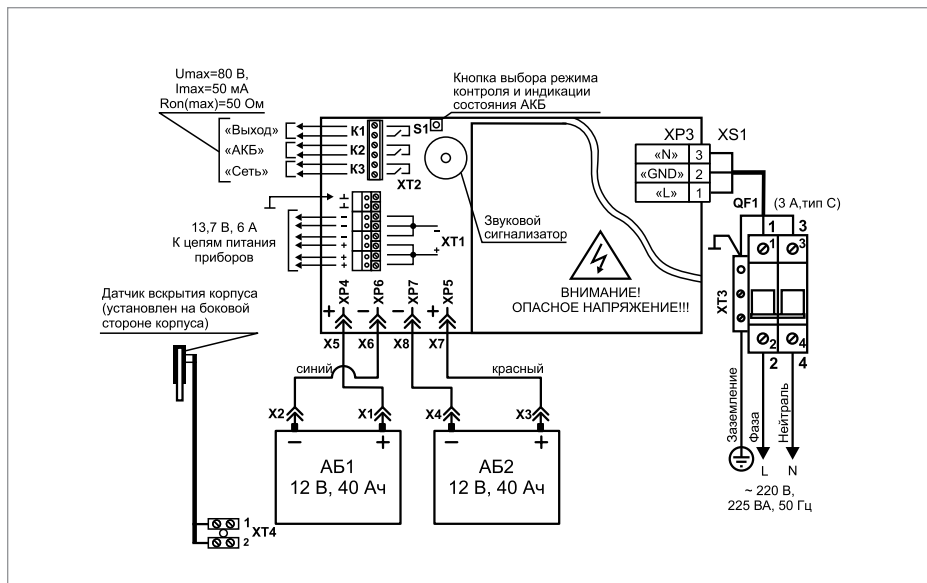

Рисунок 10. Схема подключения РИП-12 исп.06 (РИП-12-6/80МЗ-Р)
1.4. Схема подключения приведена на Рисунок 10.
1.11. Проверьте правильность произведённого монтажа в соответствии со схемой подключения (Рисунок 10).
2.11. Отключите обе АКБ от платы РИП, отсоединив контакты X1, X2, X3, X4 от клемм АКБ (см. Рисунок 10).